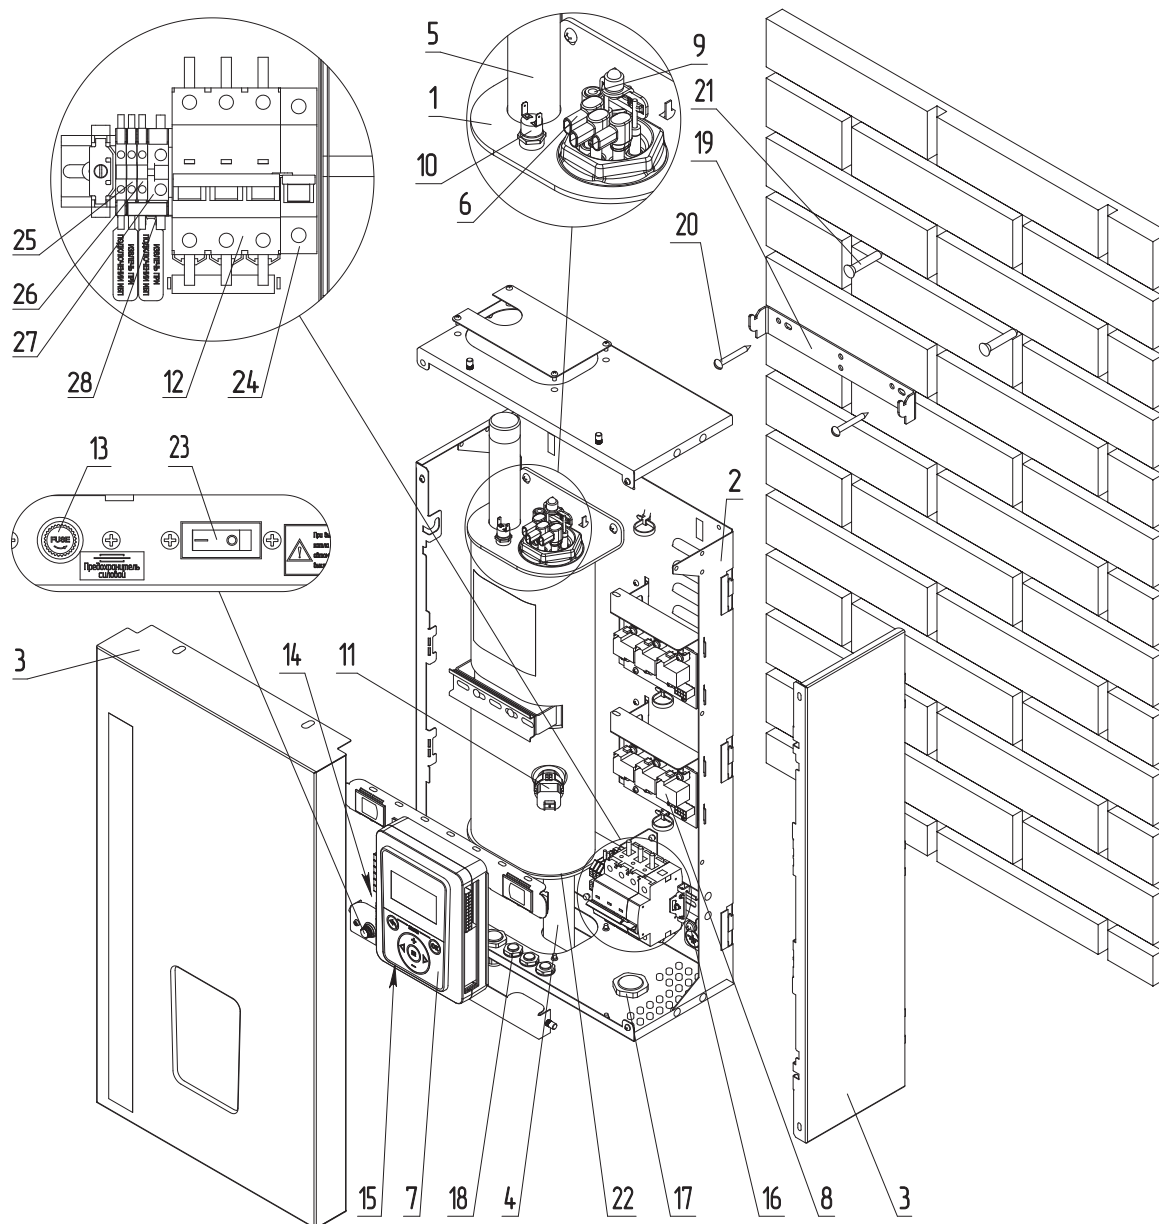
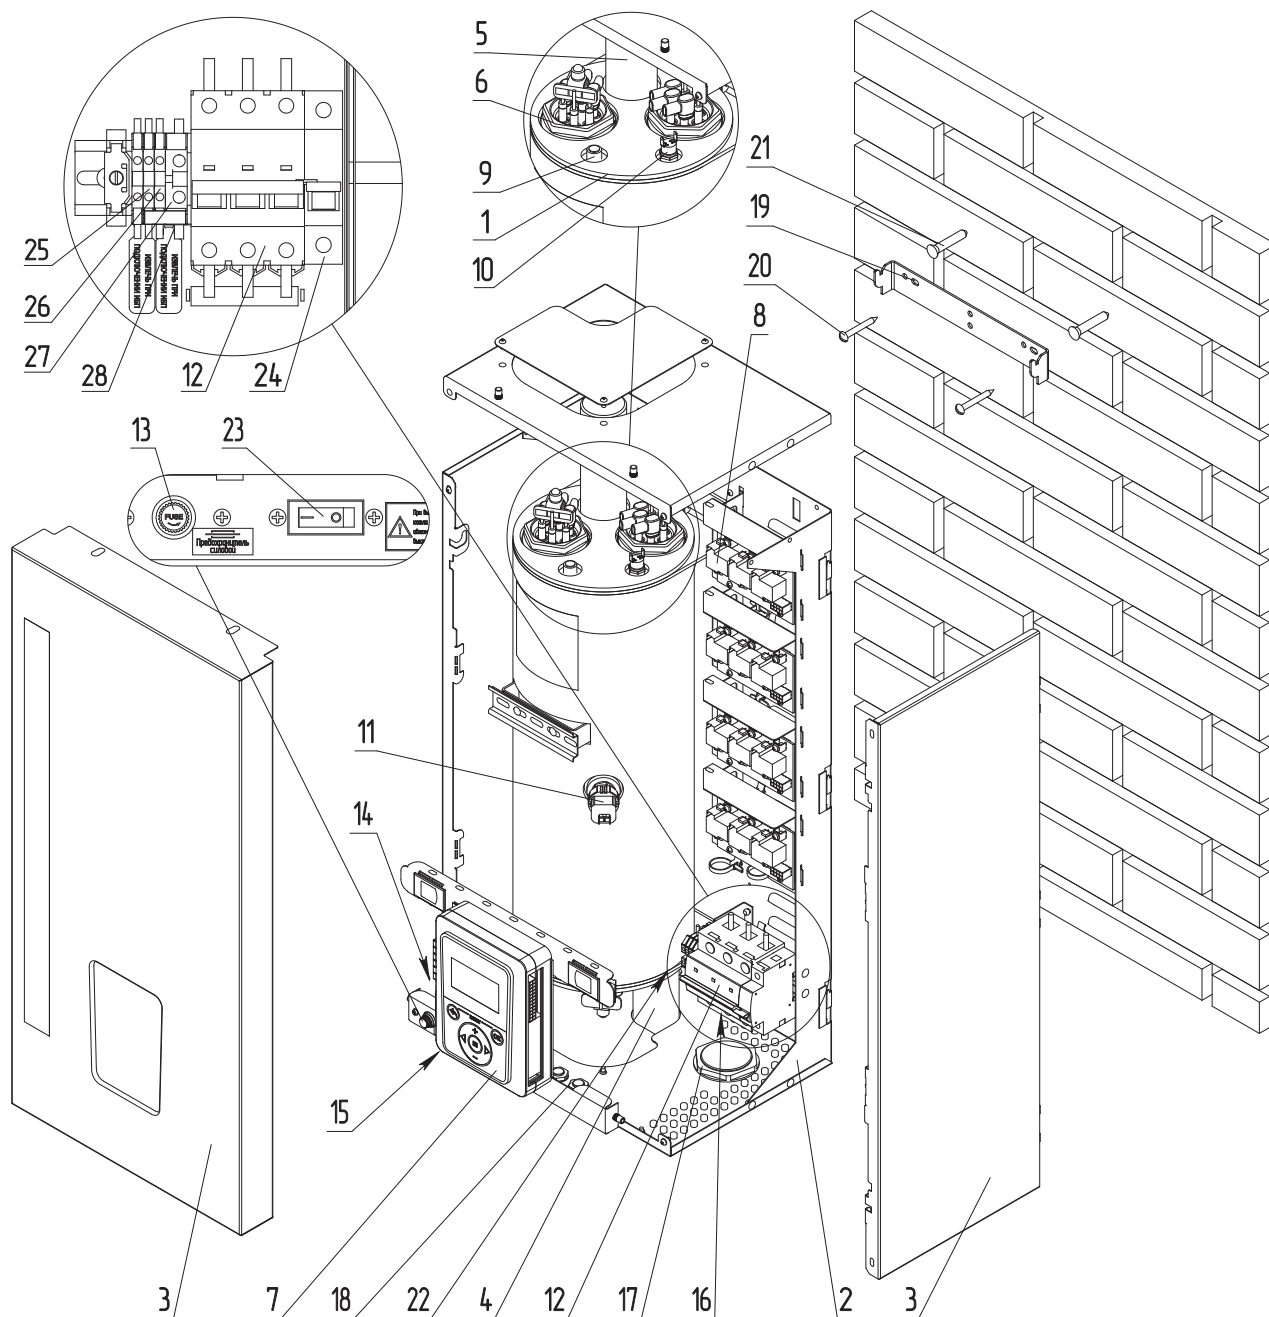
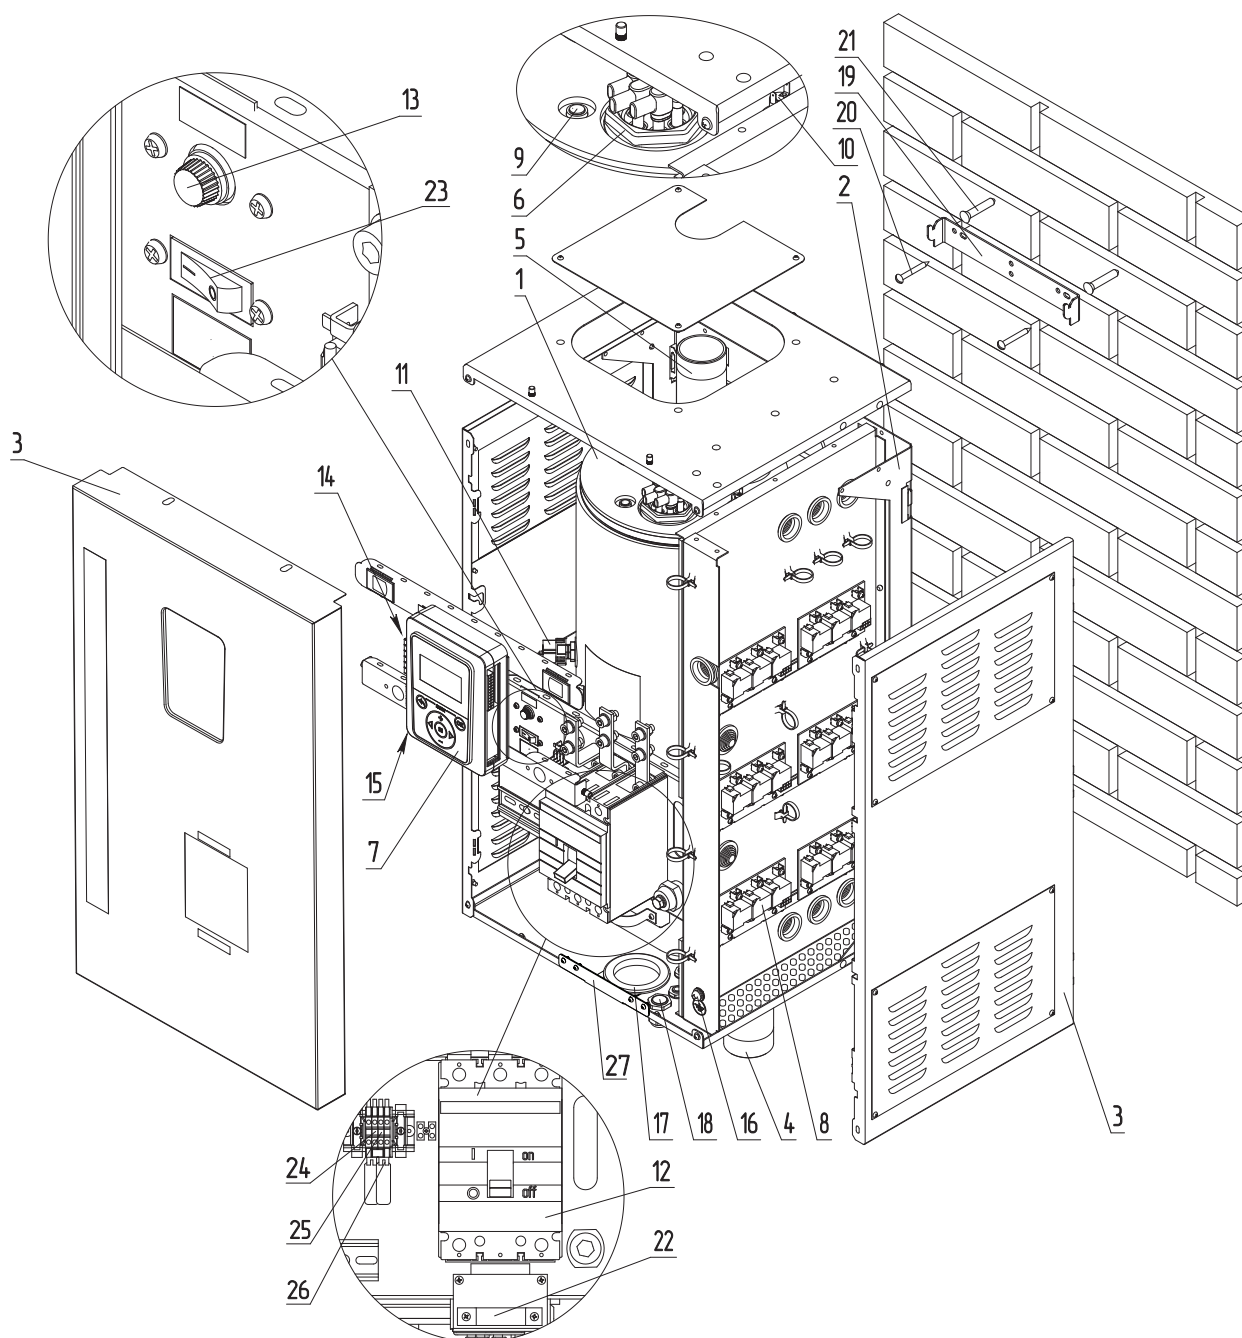

Рис. 1 Устройство электрического котла ZOTA LUX-X 4,5-24 кВт
Рис. 2 Устройство электрического котла ZOTA LUX-X 30-48 кВт
Рис. 3 Устройство электрического котла ZOTA LUX-X 60-100 кВт
Закрепите настенный кронштейн на вертикальной поверхности в необходимом месте с помощью шурупов, входящих в комплект, и установите на него котел, как показано на **Рис. 1, Рис. 2, Рис. 3.**
- Присоединить рабочий нулевой провод на клемму нейтраль (N) котла;
- Защитный нулевой провод (PE) подключить на болт «ЗАЗЕМЛЕНИЕ» (**Рис. 1, Рис. 2, Рис. 3, поз. 16**);
- Включить вводной автомат (**Рис. 1, Рис. 2, Рис. 3, поз. 12**) вместе с дистанционным расцепителем в верхнее положение;
- Перевести выключатель (**Рис. 1, Рис. 2, Рис. 3, поз. 23**) в положение ВКЛ;